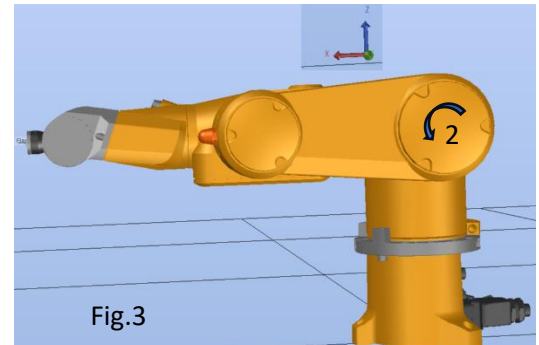

Fig.3
- Si on bouge l'axe 2 de 90 degrés (fig. 3), retrouver et vérifier les nouvelles valeurs cartésiennes du robot